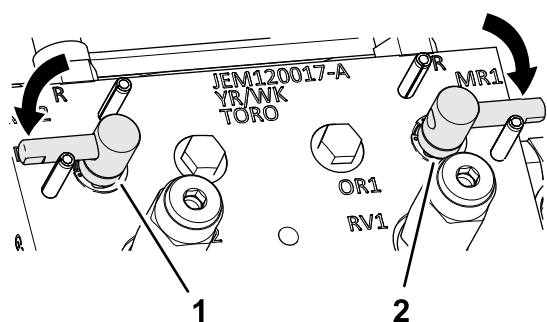

Figura 117
3. Mueva la palanca de autoafilado a la posición F (siega) (Figura 117).